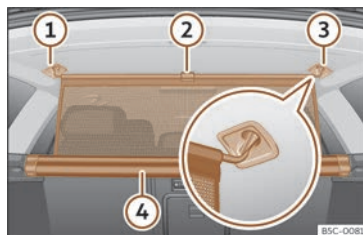

Fig. 181 No maleteiro: enganchar a rede de separación.
- Tire cara arriba da lingueta >>> **fig. 181** ② para sacar a rede da carcasa ④.
- Enganche a rede de separación no lado dereito ou esquerdo ③ (imaxe ampliada).
- Enganche a rede de separación no aloxamento do outro lado ① estirando a barra.
- A rede de separación está correctamente montada cando os extremos en forma de T están firmemente enganchedos nos aloxamentos correspondentes ③ e ①.